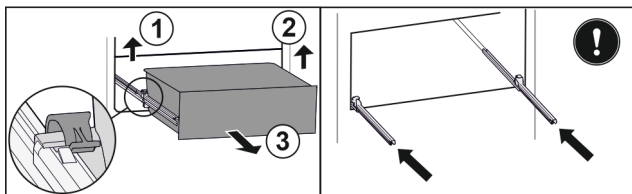

Fig. 70
- ▶ Повдигнете лявата скоба и едновременно с това изтеглете напред чекмеджето отляво. Fig. 70 (1)
- ▶ Повдигнете дясната скоба и едновременно с това изтеглете напред чекмеджето отдясно. Fig. 70 (2)
- ▶ Извадете чекмеджето напред. Fig. 70 (3)